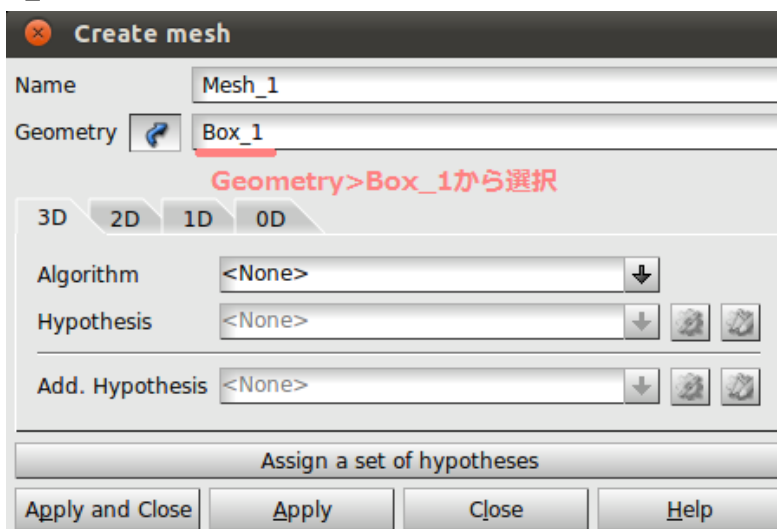

図 12 Create mesh
②メニューバーから Mesh→Create Mesh を選択する。
③表示されたウィンドウ「Create mesh」内の Geometry に Object Browser から Geometry>Box_1 を選択する。(参照：図 12)